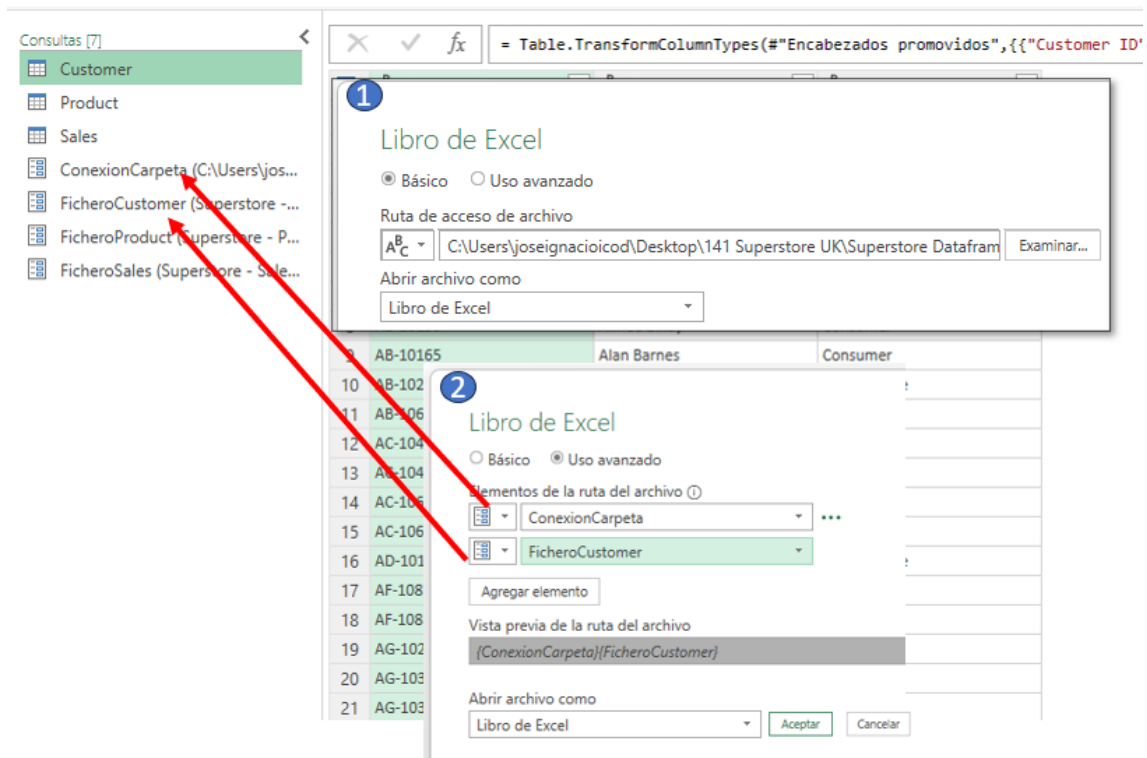

Ilustración 14
Así convertimos una conexión base (1) en una avanzada separando los dos parametros (2), ver Ilustración 14.